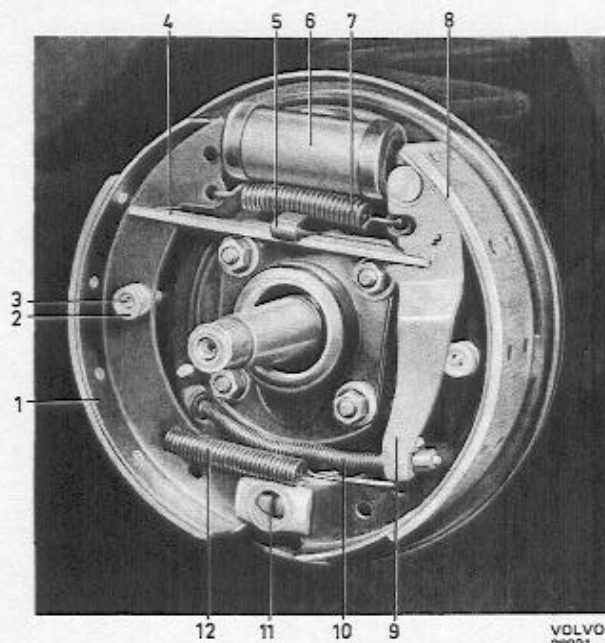

Abb. 30 Hinterradbremse, Einkreis-Bremsanlage
2. Fertige Original-Bremsbeläge aufnieten. Beläge auf der vorderen Bremsbacke nach unten ziehen bzw. auf der hinteren Bremsbacke nach oben schieben, siehe Abb. 30. Zum Neubelegen der Bremsbacken sollen Niete lt. „Technische Daten“ sowie eine Nietpresse mit passenden Dornen verwendet werden. Das Aufnieten geschieht von der Belagmitte aus auf die Enden zu. Darauf achten, daß der Belag über die gesamte Länge gut an der Bremsbacke anliegt.
Das Aufklebverfahren ist je nach Ofenfabrikat und Prüfvorrichtung verschieden, weshalb eine allgemein gültige Beschreibung nicht möglich ist. Beim Kleben sind daher die Empfehlungen des Leimherstellers genau zu befolgen. Die Anbringung der Beläge auf den Backen geht aus Abb. 30 hervor. Zum Aufkleben von Bremsbelägen darf nur Leim verwendet werden, der die bei Dauerbremsung aufkommenden hohen Temperaturen besteht.
- Die Handbremsflasche richtig gewendet anbringen. Untere Rückholfeder einhaken und die vordere Bremsbacke mit Führungsstift, Feder und Tellerscheibe einbauen. Obere Rückholfeder mit Hilfe einer Bremsfederzange einhaken. Das Werkzeug 999 4074 vom Radzylinder entfernen und die Federklammern (5, Abb. 30) einbauen.